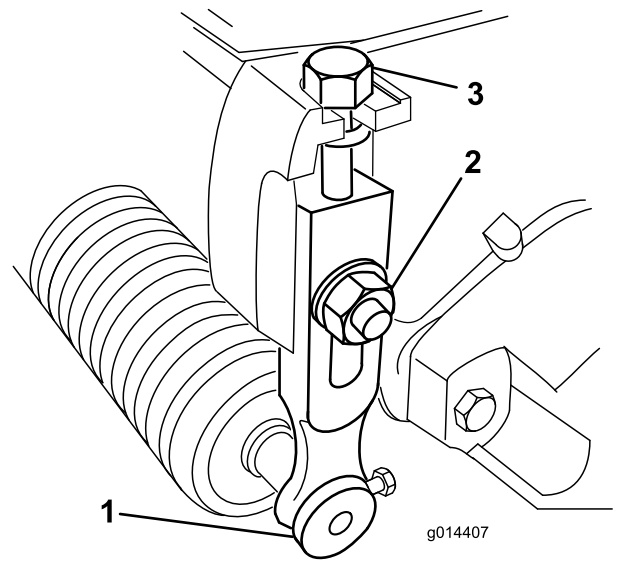

Bild 9
1. Lösen Sie die Sicherungsmuttern, mit denen die Schnitthöhenarme an den Seitenplatten des Mähwerks befestigt sind (Bild 9).